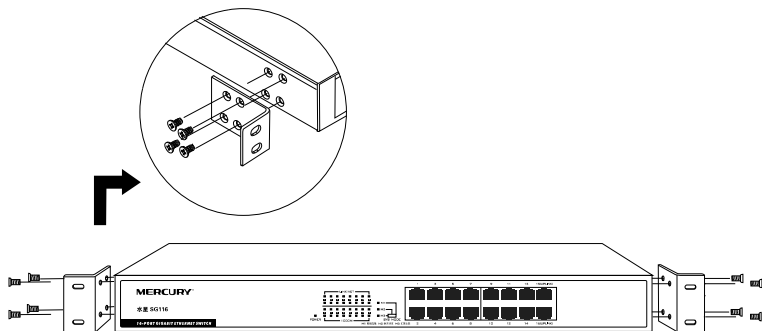

图3-2 支架安装示意图
2. 使用配件中提供的螺钉将两个L型支架分别固定安装在交换机面板的两侧，如图 3-2所示